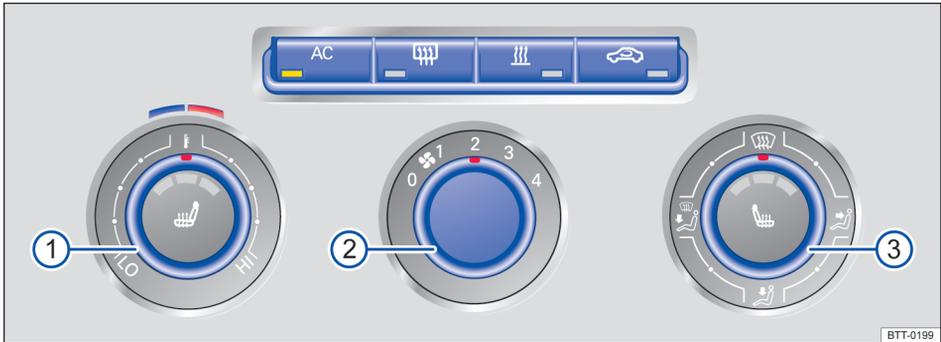
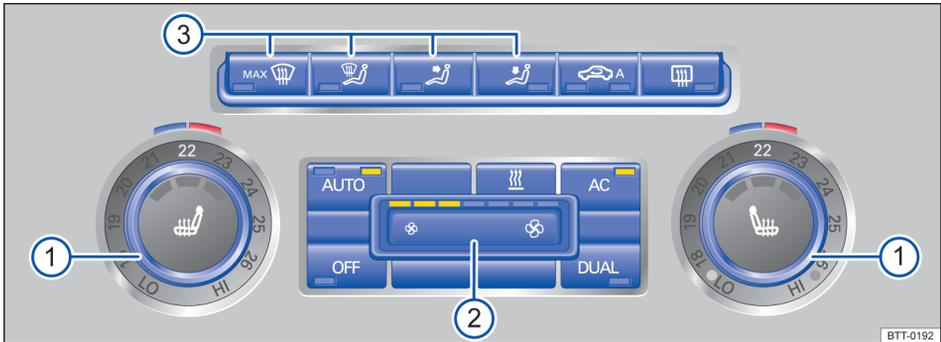
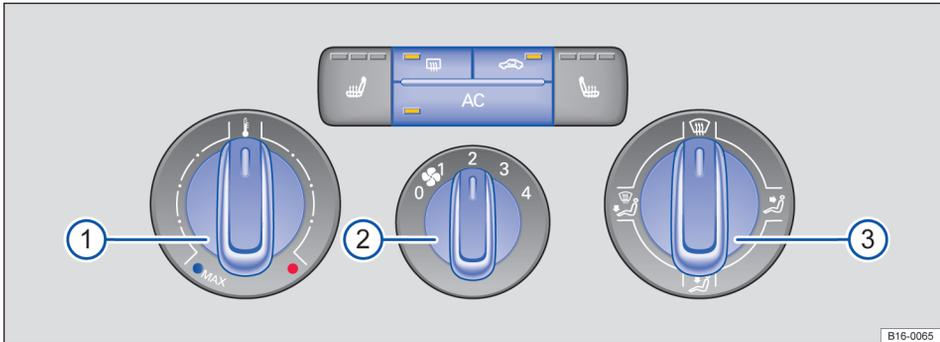
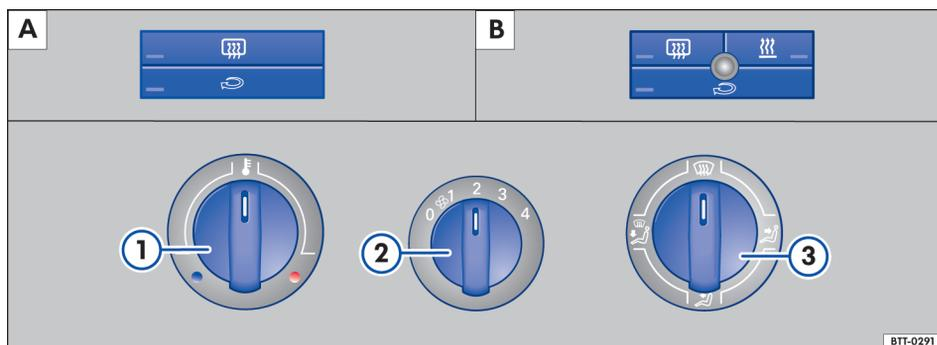

Fig. 141 Mandos del Climatic en la consola central.
Fig. 142 Mandos del Climatronic en la consola central.
Fig. 143 Mandos del Climatic en la consola central.
Fig. 144 En la consola central: regulador de la calefacción con mandos en vehículos sin calefacción independiente (A) o con calefacción independiente (B).
Tecla, regulador	Información adicional. Calefacción ⇒ fig. 144, Climatic ⇒ fig. 141 y Climatronic ⇒ fig. 142.
Tecla, regulador	Información adicional. Calefacción ⇒ fig. 144, Climatic ⇒ fig. 143
- Sitúe el regulador de la temperatura ⇒ fig. 144 ① en la posición central.
- Sitúe el regulador de la temperatura ⇒ fig. 141  en la posición central.